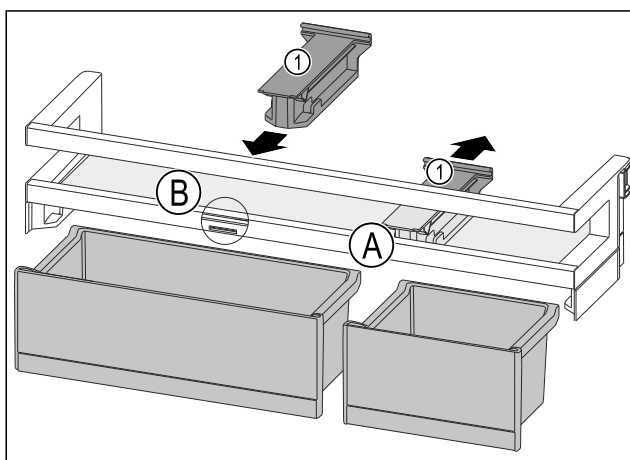

Fig. 184
- ▶ Снимите крепление Fig. 184 (1) в позиции Fig. 184 (A), отодвинув его назад.
- ▶ Установите крепление Fig. 184 (1) в позиции Fig. 184 (B).